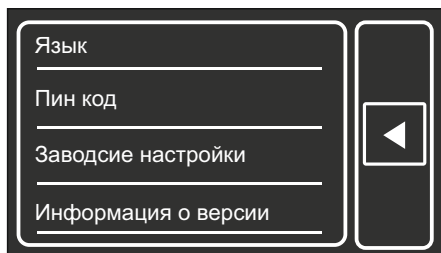
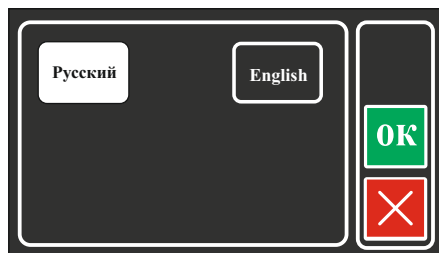

Рис. 6
Рис. 7
**4.4.** При необходимости выбрать язык общения (русский или английский), то надо коснуться верхнего значка в меню (рис. 4), появится меню (рис. 6), после выбора языка (рис. 7)